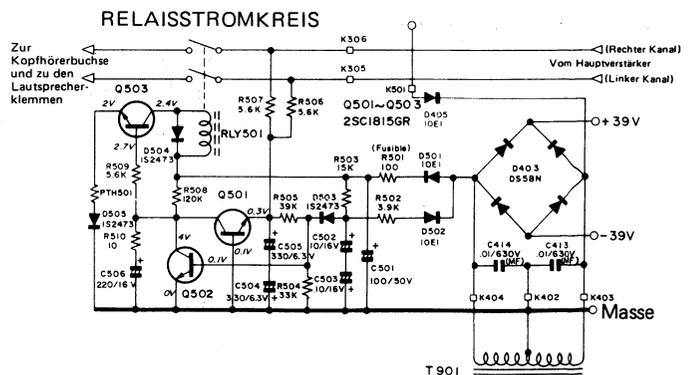

Abbildung 5-2
■ **RELAISSTROMKREIS** (Siehe Abbildung 5-2.)